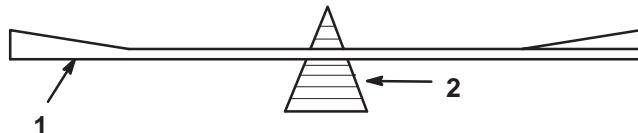

Figure 30
2. Vérifiez l'équilibre de la lame en la plaçant sur un équilibrEUR (Fig. 30). Si la lame reste horizontale, elle est équilibrée et peut être utilisée. Si la lame est déséquilibrée, limez un peu le dos de la lame. Vérifiez de nouveau et répétez la procédure jusqu'à ce que la lame soit équilibrée.